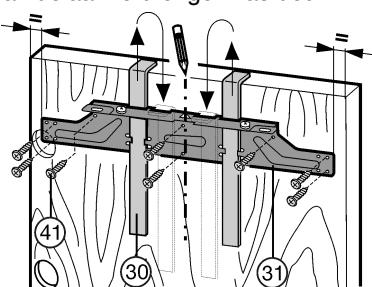

Fig. 19
- Bevestigingsdwarsstrip Fig. 19 (31) via de contramoeren Fig. 19 (32) losdraaien.
- Bevestigingsdwarsstrip Fig. 19 (31) met de montagehulpsstukken Fig. 19 (30) aan de binnenkant van de kastdeur hangen.
- Bevestigingsdwarsstrip Fig. 19 (31) centrisch uitlijnen: korte middenlijn op de kastdeur aangeven en daar overheen pijlpunt van de dwarsstrip aanbrengen.
- Bevestigingsdwarsstrip Fig. 19 (31) met ten minste 6 schroeven Fig. 19 (41) vastdraaien.
- Bevestigingsdwarsstrip Fig. 19 (31) met 4 schroeven Fig. 19 (41) aan de rand vastdraaien.
- Trek demontagehulpsstukken Fig. 19 (30) naar boven eruit en schuif ze gedraaid in deernaast gelegen opnameopeningen.